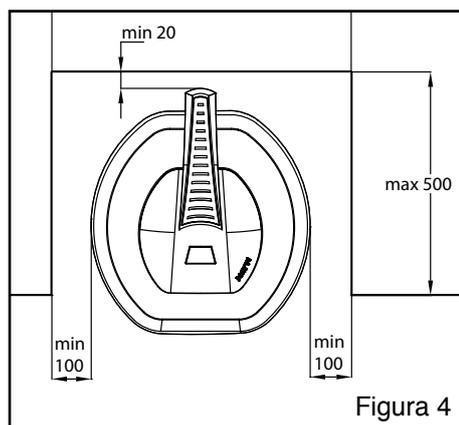

Figura 4
- Soba poate fi instalată într-o nișă în perete care este înaltă de cel puțin 1 900 mm (figura 4).